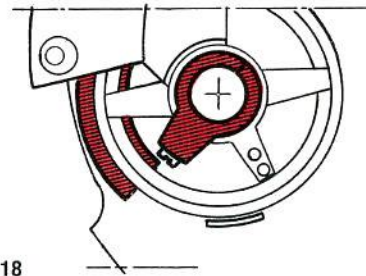

Figure 18
2. La position du Spirotor est précisée par la figure 18 : l'axe de la vis de fixation du spiral doit être placé au-dessus de l'extrémité de la plaque de retour. Tolérance \pm le rayon de la tête de vis.